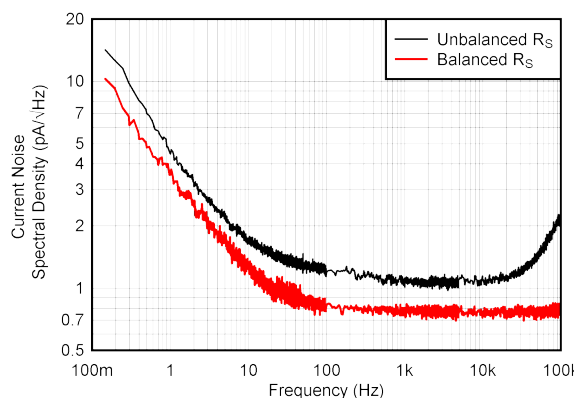

图 7-25. 电流噪声频谱密度与频率间的关系 (RTI)
- (7) 该参数在高速自动测试环境中进行测试, 不测量时间常数较长的热效应。热效应取决于电源电压、布局、散热和气流条件。
- (8) 总 RTI 电压噪声等于:  $e_{\text{N(RTI)}} = \sqrt{[e_{\text{NI}}]^2 + (e_{\text{NO}}/G)^2}$ 。
- (9) 为不平衡输入阻抗指定的输入电流噪声密度。偏置电流消除功能改善了平衡系统的噪声性能; 请参阅图 7-25。